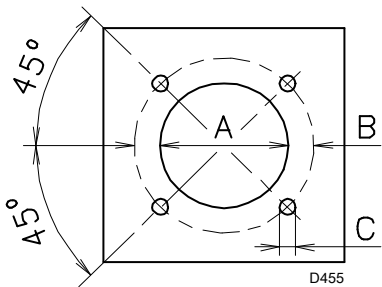

图 11
按图 11 所示, 在炉膛锁板上钻孔。
- 将燃烧器整体放置于已操作完成的锅炉安装孔上，见 图 11，拧紧随附的螺丝。